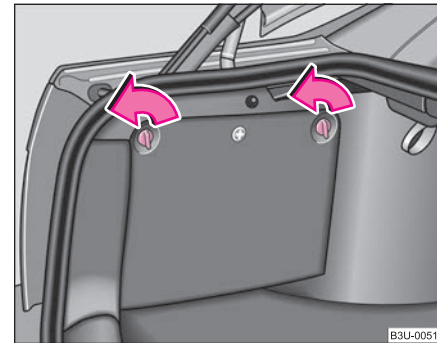

Fig. 70 Portbagajul: Compartimentul lateral
– Compartimentul se poate deschide rotind încuietoarea în sensul săgeții ⇒ fig. 70.